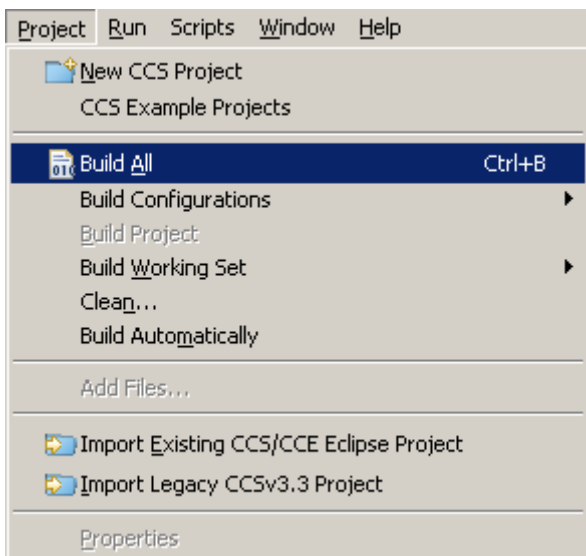

图 1-1-6
3. 如需编译所有工程，也可以使用菜单栏中[Project]→[Build All]选项，编译所有工程，如图 1-1-6 所示：